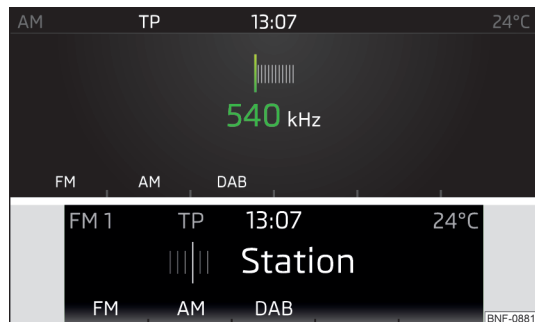

Fig. 100
- Tryk på knappen **RADIO** samt den pågældende funktionsknop **FM**, **AM** eller **DAB** i hovedmenuen **Radio** » Fig. 100.